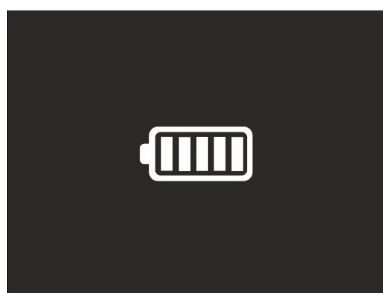

Fig. 55: Indicación recarga completa de la batería
3. Con el símbolo “” encendido fijo el proceso de carga es finalizado (ver la Fig. 55)